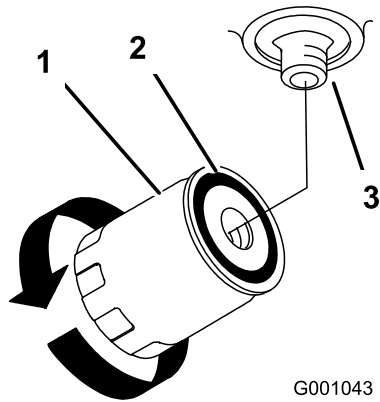

Figura 71
4. Retire el filtro usado y limpie con un paño la superficie de la junta del adaptador del filtro (Figura 71).
- Gire el filtro en sentido horario hasta que la junta de goma entre en contacto con el adaptador del filtro y apriete el filtro media vuelta más (Figura 71).